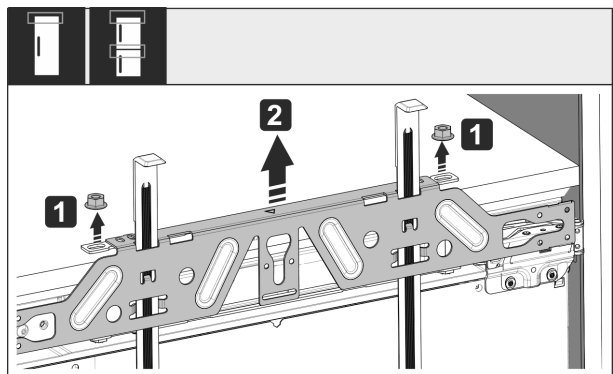

Fig. 56
- ▶ Ослабте контргайки Fig. 56 (1).
- ▶ Зніміть кріпильну поперечку Fig. 56 (2).